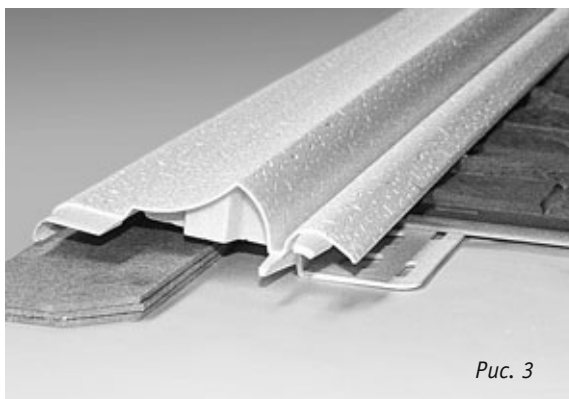

Рис. 3
Это необходимо для того, чтобы «носик» наличника и монтажный паз находились в одной плоскости (рис.3), что предотвратит подвижность наличника в любом направлении, так как при распиле наличник может отклониться от заданного направления, и срез получится неровным.
- 3) В стыковочный монтажный паз наличника вставить фрагмент фасадной панели, которая в дальнейшем будет монтироваться на стену, и плотно прижать к плоскости рабочего стола (рис.3).